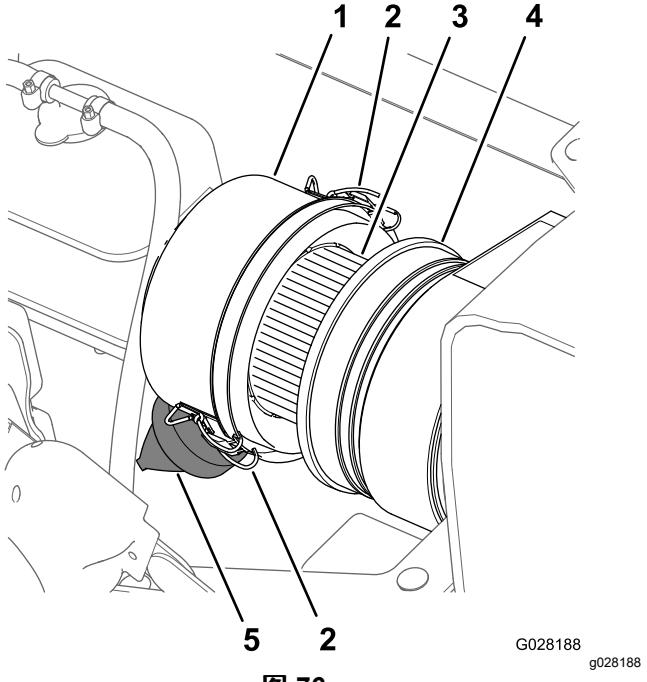
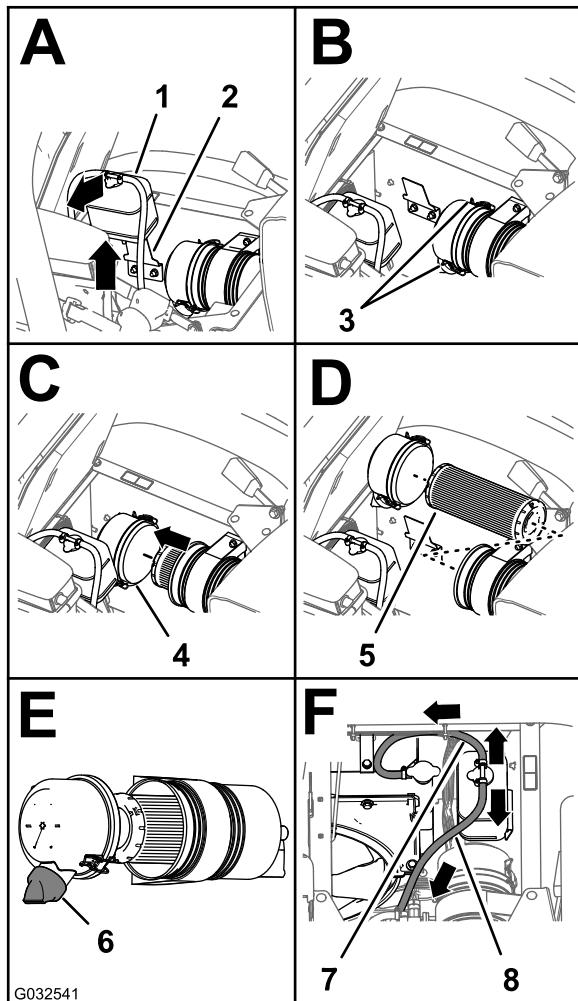

图 76
图 77
3. 清洁防尘盖和空气滤清器壳体 图 76。
4. 检查空气滤清器壳体是否存在可能导致空气泄漏的损坏 图 76。
5. 挤压防尘阀清除污物、灰尘和杂质 (图 76)。
7. 检查空气滤清器滤芯是否积聚了过多灰尘、污物和杂质 图 76。
8. 将防尘盖安装到空气滤清器壳体上使用 2 个搭扣固定防尘盖 图 76。
2. 清洁防尘盖和空气滤清器壳体 图 76。
3. 向上提起冷却液溢流罐并将其移离溢流罐支撑架 图 77。
4. 松开将防尘盖固定至空气滤清器壳体的 2 个搭扣 图 77。
6. 用湿抹布将防尘盖、空气滤清器壳体和防尘阀内部擦拭干净 图 76 和 图 77。
7. 将空气滤清器滤芯插入空气滤清器的壳体 图 77。
8. 将防尘盖安装到空气滤清器壳体上使用 2 个搭扣固定防尘盖图 77。
注意 确保从尾端看时防尘阀在 57 点钟位置是对齐的图 77。
9. 将冷却液溢流罐与溢流罐支撑架对齐稳固放置溢流罐图 77。
重要事项 确保压力释放软管向前下方伸出溢流罐通风软管向后方伸出如图 77 所示。